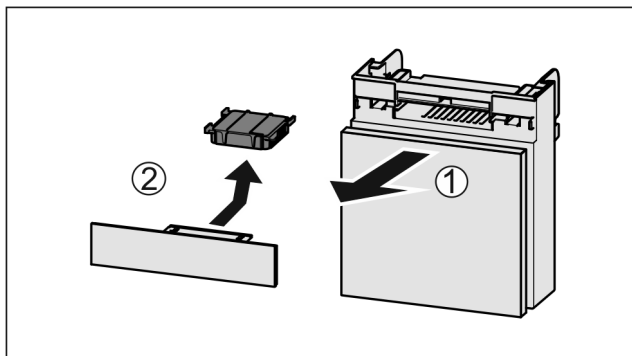

Fig. 135
- ▶ Pretinac izvucite Fig. 135 (1) prema naprijed.
- ▶ Izvadite filter s aktivnim ugljenom Fig. 135 (2).